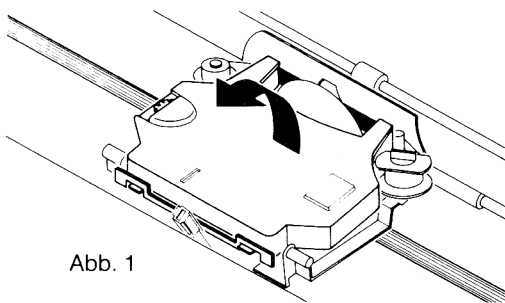

Abb. 1
2. Farbbandkassette nach oben abnehmen (Abb. 1).